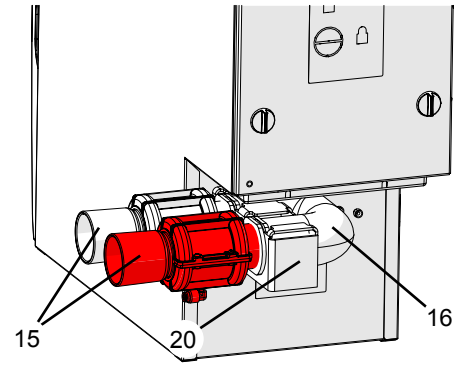

Abb. 3
Das Öffnen und Schließen der Saugkanäle erfolgt über pneumatische Quetschventile (15, Abb. 3). Dafür ist Druckluft erforderlich. Auf der Geräteseite ist der Druckluftschlauch fest angeschlossen.
- ⇒ Quetschventile (15, Abb. 3) aus dem Ansaugkrümmer (16, Abb. 3) herausziehen.
- ⇒ Rändelschraube (19) herausdrehen.
- ⇒ Ansaugkrümmer (16) zusammen mit Halterung (20) durch Drehung von den Halteschrauben (26) lösen und nach hinten vom Absaugstutzen der Absaugung abziehen (A).
- ⇒ Ansaugkrümmer aus der Halterung herausdrücken (B), drehen (C) und in neuer Lage wieder in Halter hineindrücken (D).
- ⇒ Ansaugkrümmer auf Absaugstutzen der Absaugung aufstecken und Halterung in Halteschrauben (26) einhängen (E).
- ⇒ Halterung mit Rändelschraube (19) sichern.